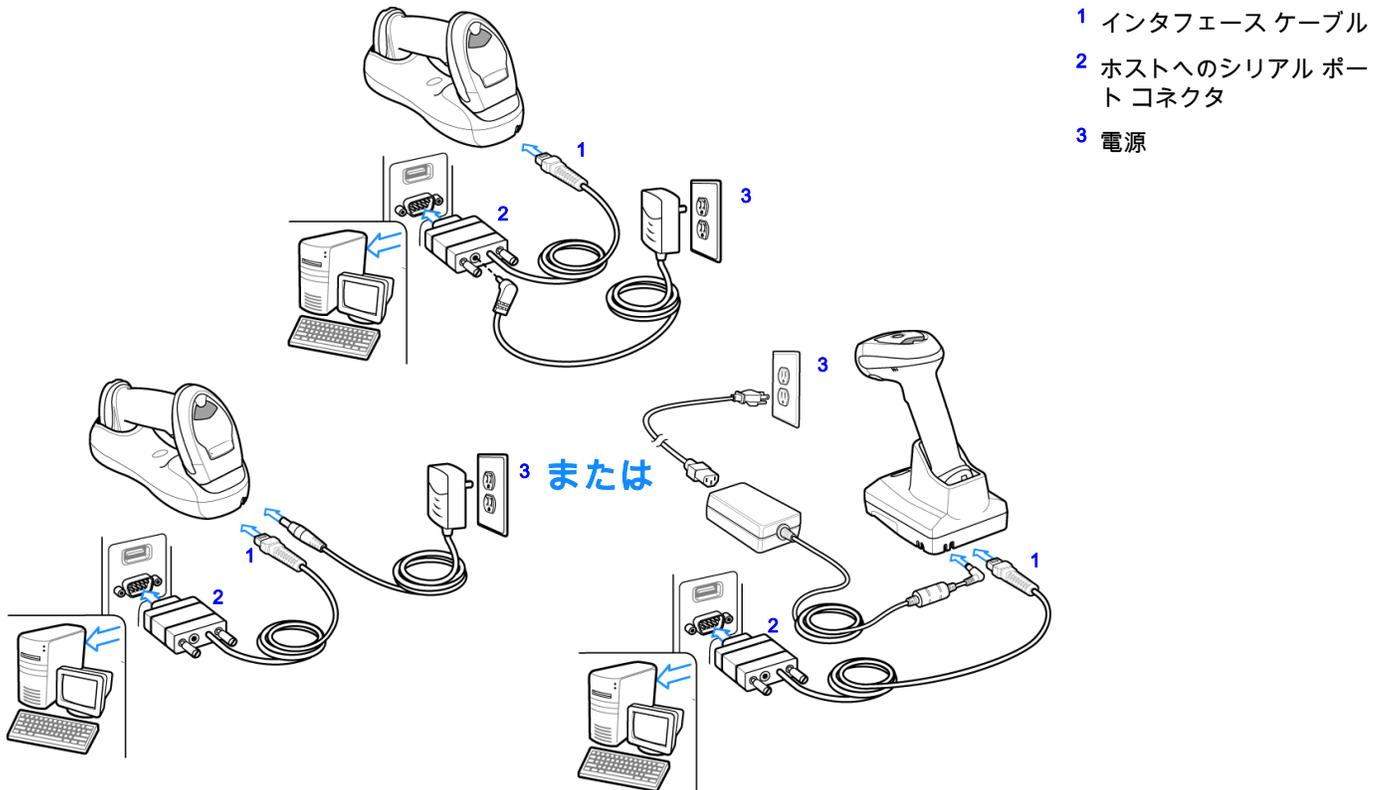

図 7-1 RS-232 直接接続
- ✓ **注** 必要なインタフェース ケーブルは、構成に応じて異なります。図 7-1 に示したコネクタは、あくまでも例です。実際には、別のコネクタが使用される場合もありますが、クレードルの接続手順は同じです。